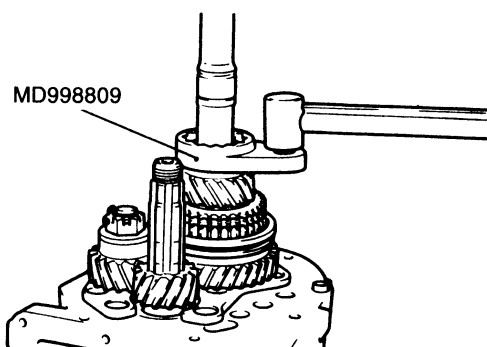
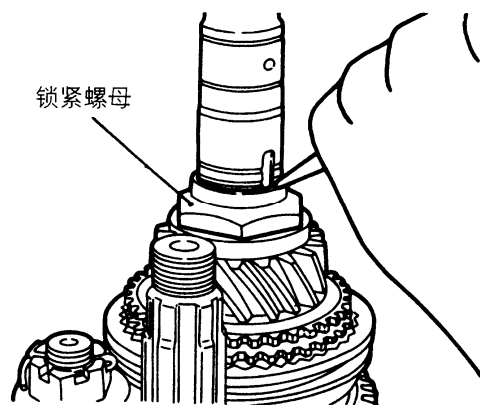

图 3-72 安装主轴锁紧螺母
图 3-73 锁住锁紧螺母
(18) 安装主轴锁紧螺母时，如图 3-72 所示，使用专用工具安装把主轴锁紧螺母拧到规定的扭矩，按照图 3-73 所示的位置把锁紧螺母锁住。应确保 OD 齿轮转动灵活平稳。